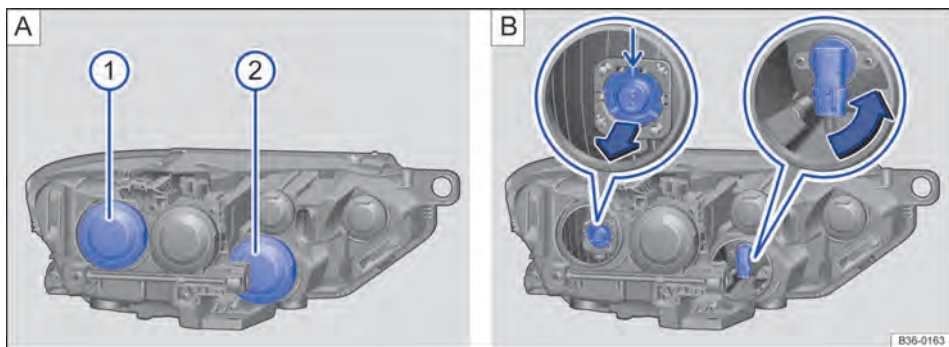

Fig. 232 No compartimento do motor: coberturas do farol dianteiro esquerdo para o farol alto e baixo. ►
→ Fig. 232 Executar as ações somente na sequência indicada:
Farol baixo → Fig. 232 ①
4.	Remover a cobertura de borracha → Fig. 232 A ① na parte traseira do farol.
5.	Pressionar a lâmpada incandescente → Fig. 232 B (lupa esquerda) para cima até que ela se destrave, depois retirar no sentido da seta.
8.	Colocar a lâmpada incandescente com o conector superior na abertura do farol e pressionar para baixo. O ressalto da lâmpada incandescente deve estar em cima do ressalto do farol → Fig. 232 B (seta pequena, lupa esquerda).
Farol alto → Fig. 232 ②
Remover a cobertura de borracha → Fig. 232 A ② na parte traseira do farol.
Girar o suporte da lâmpada até o batente no sentido da seta → Fig. 232 B (lupa direita) até que ele se destrava e depois puxe-o para trás.
Inserir o suporte da lâmpada no farol e girar até o batente no sentido contrário da seta → Fig. 232 B (lupa direita).
Colocar a cobertura de borracha → Fig. 232 A ② na parte traseira do farol. ►
Farol baixo → Fig. 232 ①	Farol alto → Fig. 232 ②